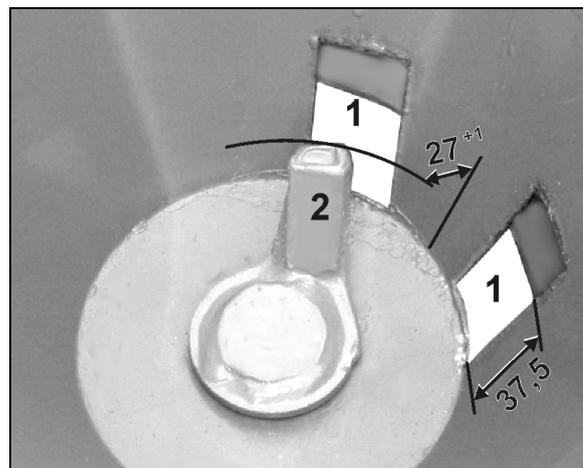

Fig. 25
3. Les deux trappes de sortie doivent être ouvertes à 37,5 mm (Fig. 25).
Vérifier la distance entre le doigt agitateur et la paroi du cône. Le doigt agitateur doit être parallèle à la paroi du cône et à une distance de 27 +1 mm (Fig. 25).
Vérifier la distance entre le doigt agitateur et la paroi du cône. Le doigt agitateur doit être parallèle à la paroi du cône et à une distance de  $27 + 1$  mm (Fig. 25).